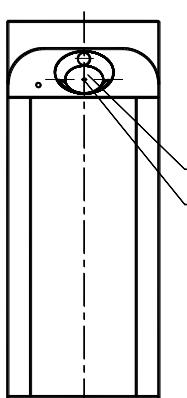
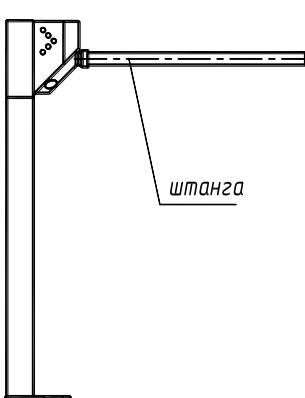

Рис.1
Рис.2
6.4 Установите штанги. Для этого снимите крышечку поворотного механизма (кроме турникета T9M1), открутив винт M5 (рис.1). Закрепите штанги болтами M10, входящими в комплект штанг. Для перевода штанги «антипаника» в положение «проход открыт» оттяните штангу в направлении А (от турникета) на 50-80мм и поверните ее вниз (рис.2). Время открытия штанги «антипаника»